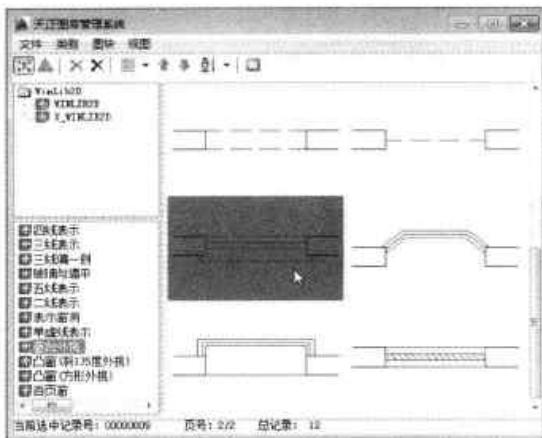

图16-82 选择窗平面图块
**Step 18** 单击窗平面图，打开“天正图库管理系统”对话框，在此选择好窗平面图块，如图 16-82 所示。